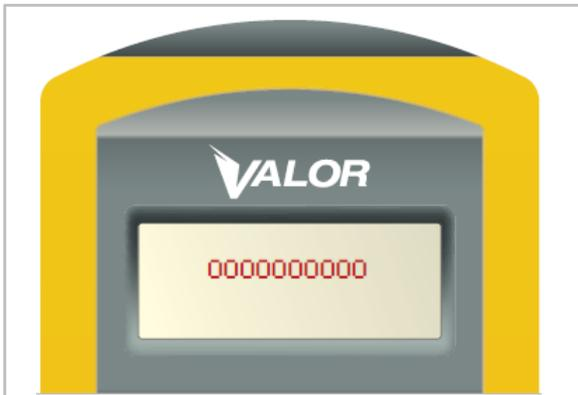

Figura 10
3. Una serie de ceros aparecerá en la pantalla indicando que ha iniciado la búsqueda del sensor. El SmarTool pitará una vez cuando encuentre el sensor. (Figura 10)